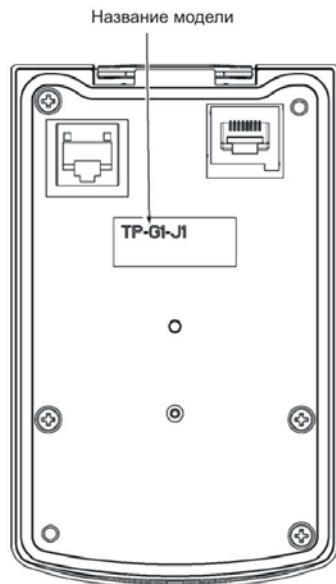

Рис.1.1 Задняя панель
- (1) В коробке находятся многофункциональный пульт и инструкция.
- (2) Отсутствие повреждений при транспортировке – отсутствие повреждений или нехватка деталей.
- (3) Название модели “TP-G1-J1” нанесено на задней стороне пульта (см. Рис.1.1)